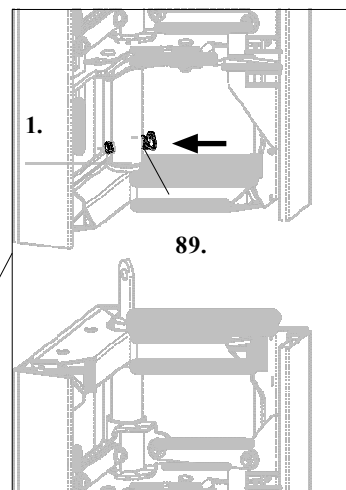

Abb. A17.11a
1. Rimuovere i perni di sicurezza ed i bulloni (89.3) (Fig. A17.11a)